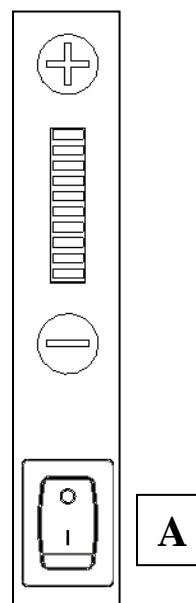
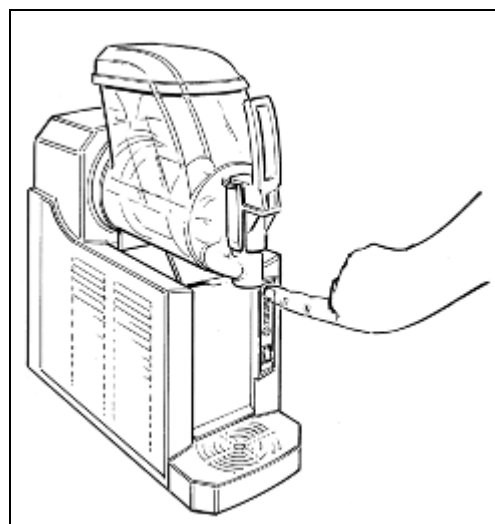

Fig. 24
Fig. 25
- Per attivare l'impianto frigorifero in modalità raffreddamento e variare la consistenza del prodotto, agire sui tasti + e - della pulsantiera di comando (fig.25), agendo sul + si vedranno aumentare i LED accesi e di conseguenza la sua consistenza aumenterà; agendo invece sul -, si vedranno diminuire i LED accesi con conseguente calo della consistenza (fig.24).